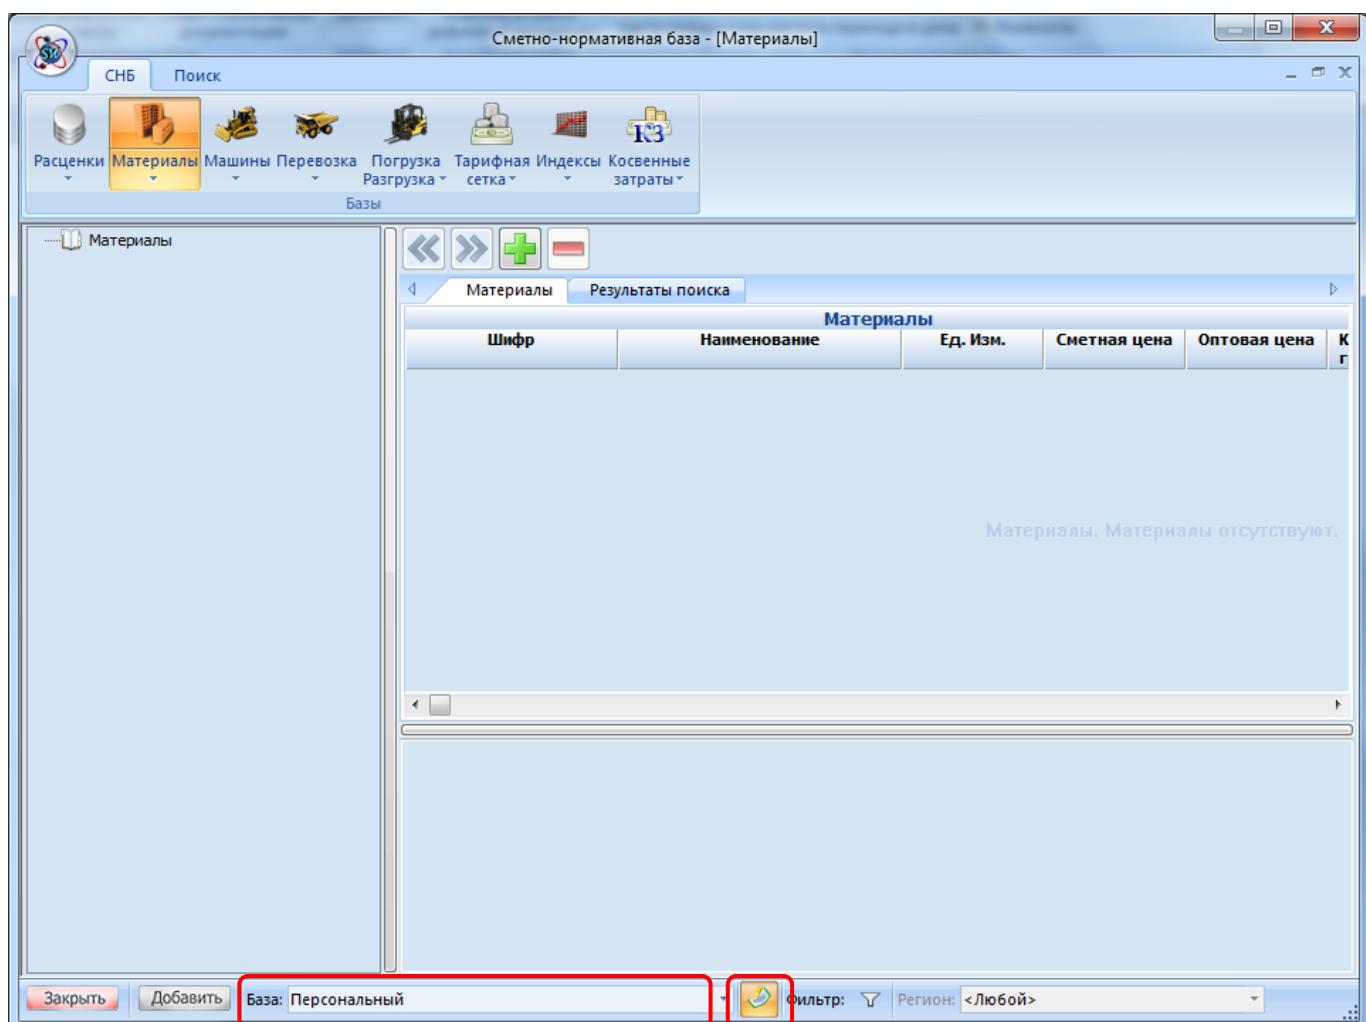

Рис. 6.19 Диалоговое окно Сметно-нормативной базы, включение режима редактирования,
2. В открывшемся диалоговом окне **Сметно-нормативная база** (рис. 6.19) выбрать нужную базу из списка;